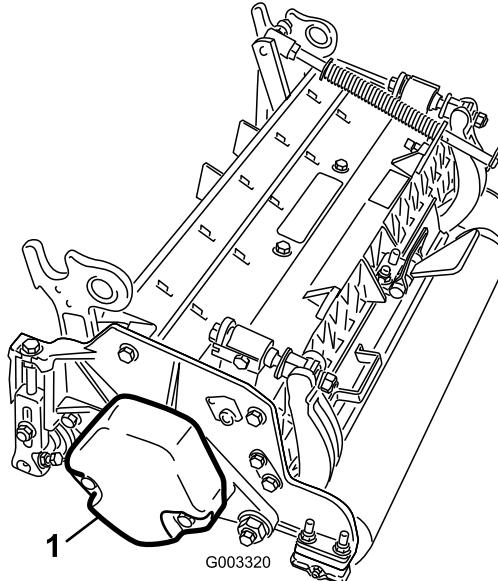

Figura 4
4. Asegúrese de que el contrapeso (Figura 4) está instalado en el extremo correcto de cada unidad de corte, según lo indicado en el *Manual del operador* de las unidades de corte.